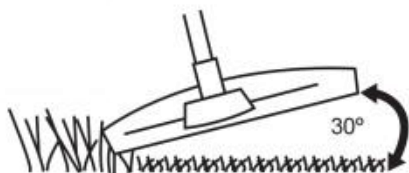

Fig. 44
4. Houd de trimmerkop net boven de grond onder een hoek van ongeveer 30° (Fig. 44).